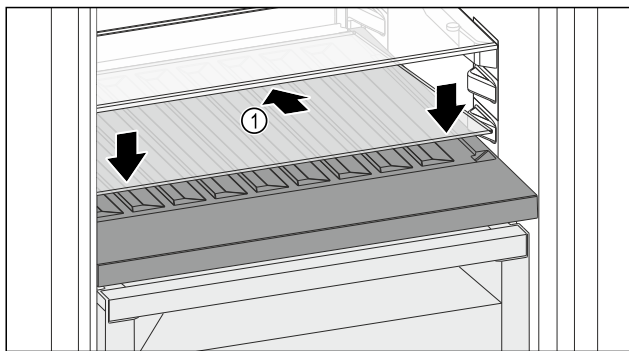

Fig. 159
- Skleněnou desku Fig. 159 (1) zasuňte šikmo a skloněnou dozadu dolů.
- Skleněnou desku Fig. 159 (1) vpředu spusťte dolů.